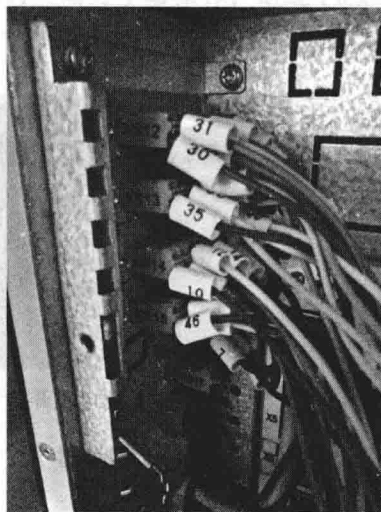

图 1-35 接线端子插在控制器上的 IO 接线端口
(4) 把绿色的接线端子，按照标号 XS12~XS16 依次插在控制器的 IO 接线端口上，如图 1-35 所示。